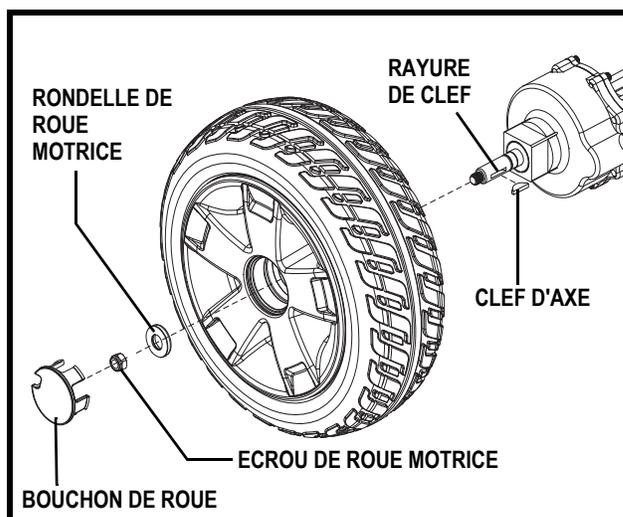

Figure 23. Enlèvement de la roue motrice à âme pleine
3. Enlever le bouchon de roue, l'écrou et la rondelle de roue motrice sur l'essieu. **Voir la figure 23.**